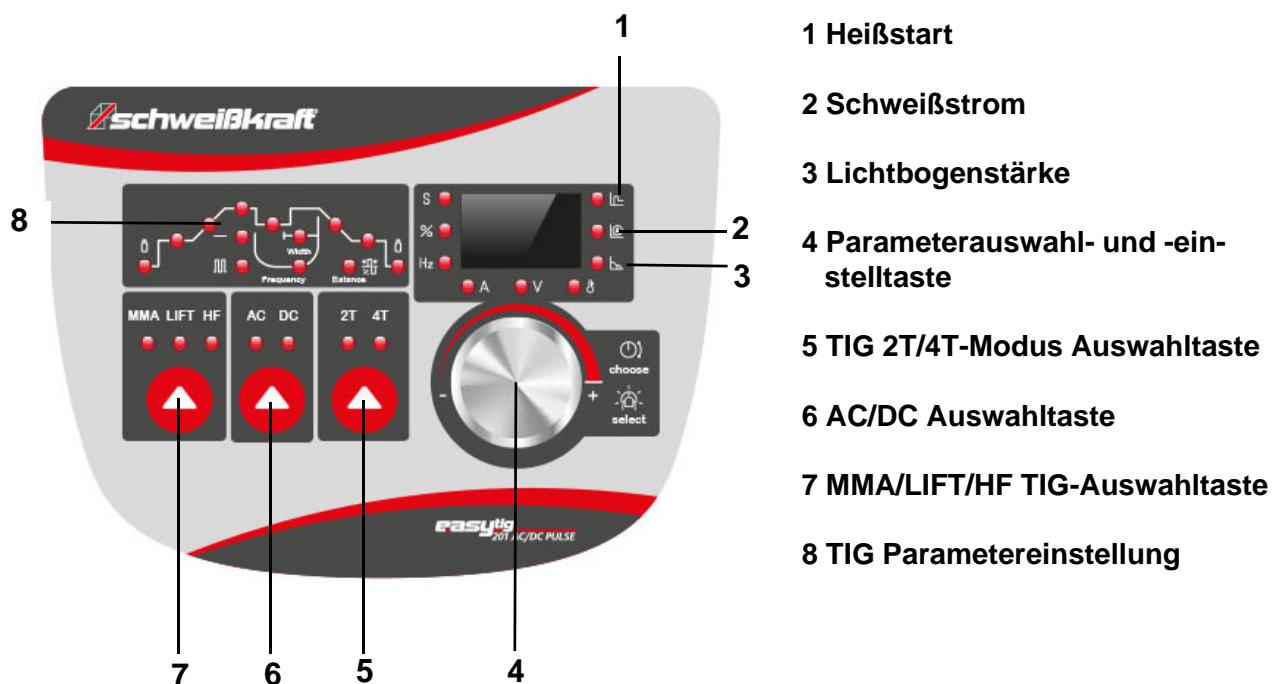

Abb. 19: Bedienfeld EASY-TIG 201 ACDC PULSE
- EASY-TIG 181 DC (Abb. 19 links oben)
- EASY-TIG 201 DC PULSE (Abb. 19 links oben)